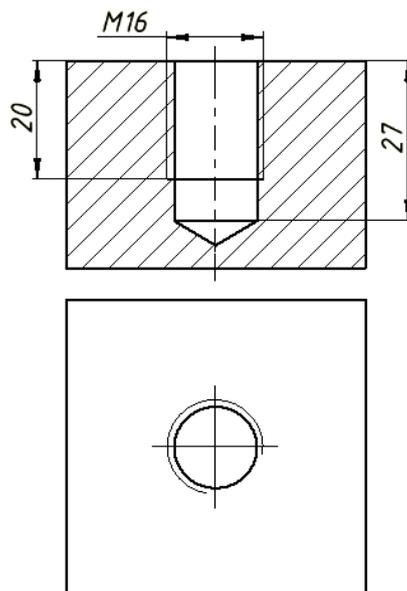

Рис. 4.12. Чертеж гнезда
6. Создайте чертеж гнезда (рис. 4.12).